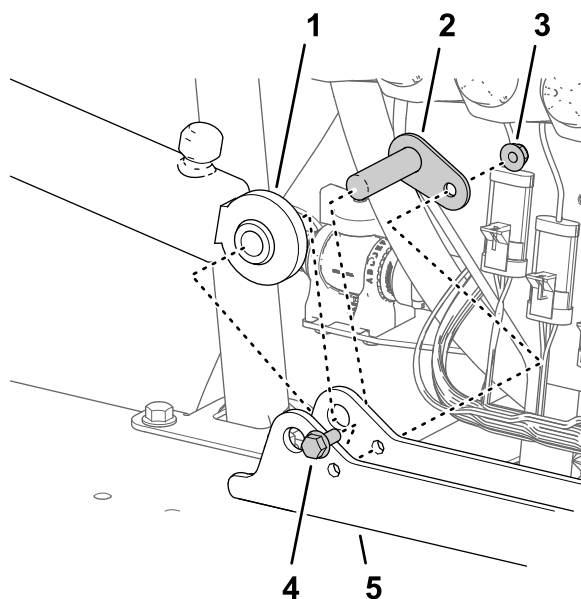

图117
1. 将在 拆卸提升油缸 (页码 19) 的步骤 3 中卸下的提升油缸的固定端与油缸安装座中的 16mm 孔对齐图 117。
2. 用枢轴销、凸缘头螺栓和凸缘螺母将油缸安装油缸安装座上图117。